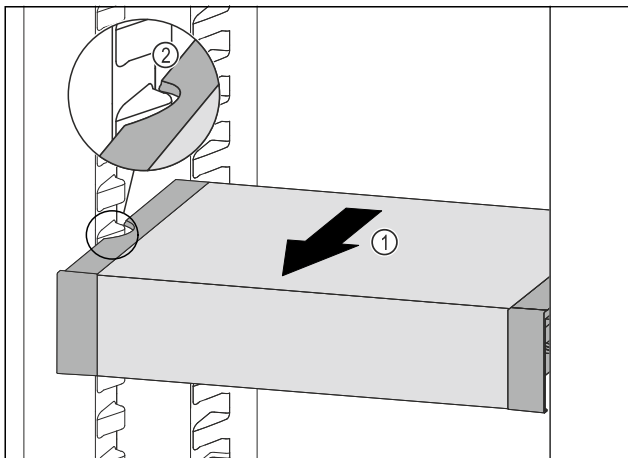

Fig. 56
- ▶ Изтеглете VarioSafe напред Fig. 56 (1), докато страничните прорези на VarioSafe се намират на височината на реброто на съда в хладилната част. Fig. 56 (2)